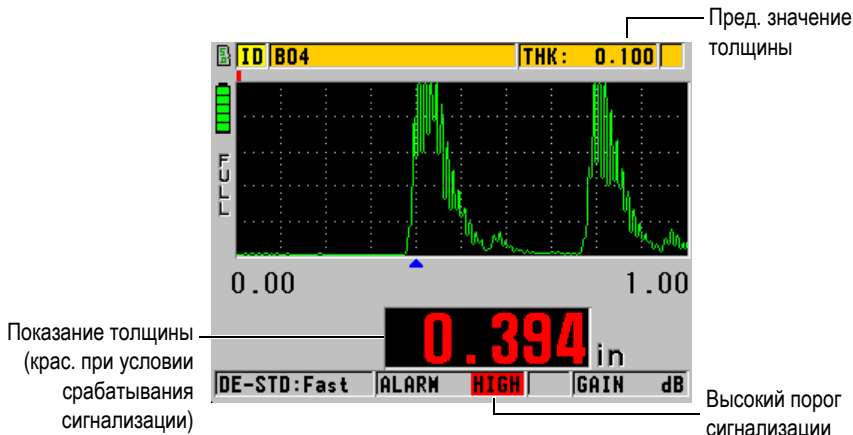

Рис. 7-4 Высокий порог сигнализации (HIGH) [с опцией А-скан]
- Высокий (**HIGH**) или низкий (**LOW**) индикатор сигнализации загорается на красном фоне в нижнем правом углу экрана измерений (см. Рис. 7-4 на стр. 140).